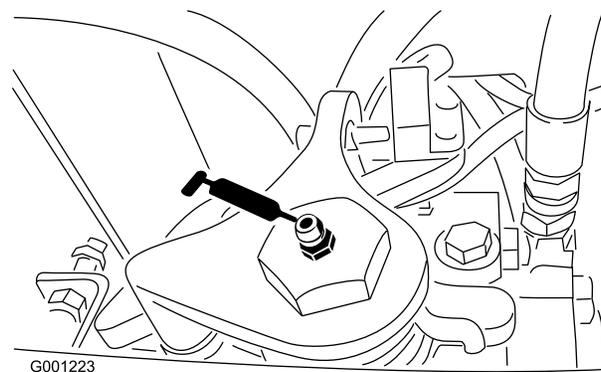

Figura 41
- Albero di trasmissione in folle (Figura 41)